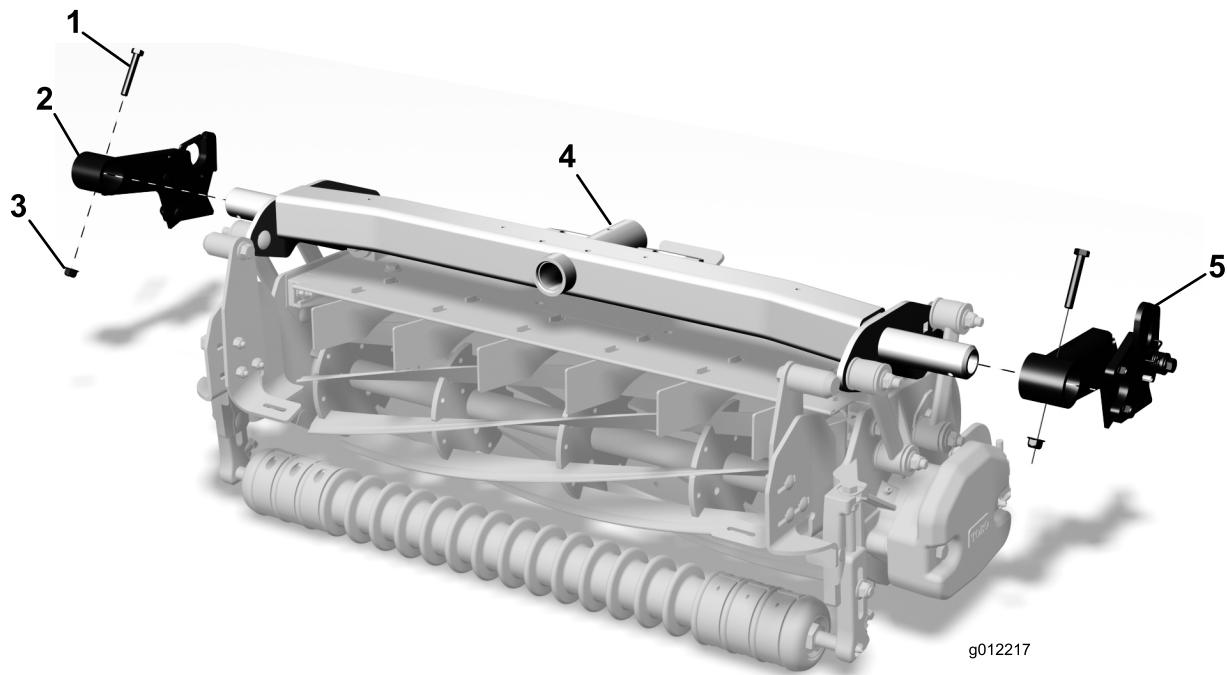

Figura 5
- Introduzca el soporte de recogedor derecho con conjunto de guía en el extremo derecho del tubo del bastidor de tiro de la unidad de corte (Figura 5).
- Alinee los taladros del soporte del recogedor con el taladro del tubo del bastidor de tiro y sujetelo con un perno (5/16" x 2 1/4") y tuerca con arandela prensada (5/16") según se muestra en Figura 5.
- Introduzca el soporte de recogedor izquierdo con conjunto de soporte en el extremo izquierdo del tubo del bastidor de tiro de la unidad de corte (Figura 5).